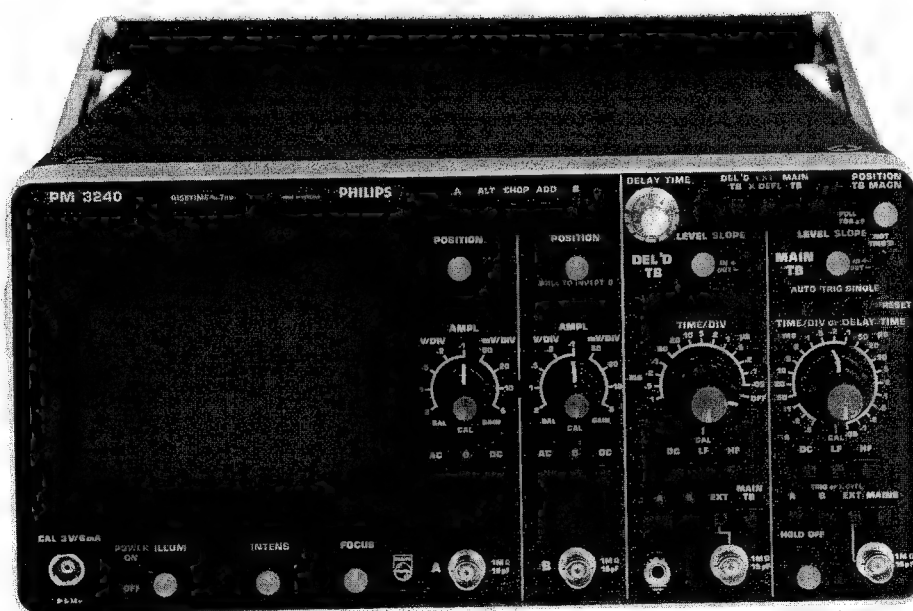

Abb. 2.3. Vorderansicht des Gerätes
2.2.1. Bedienungsorgane und Buchsen (Abb. 2.3.)